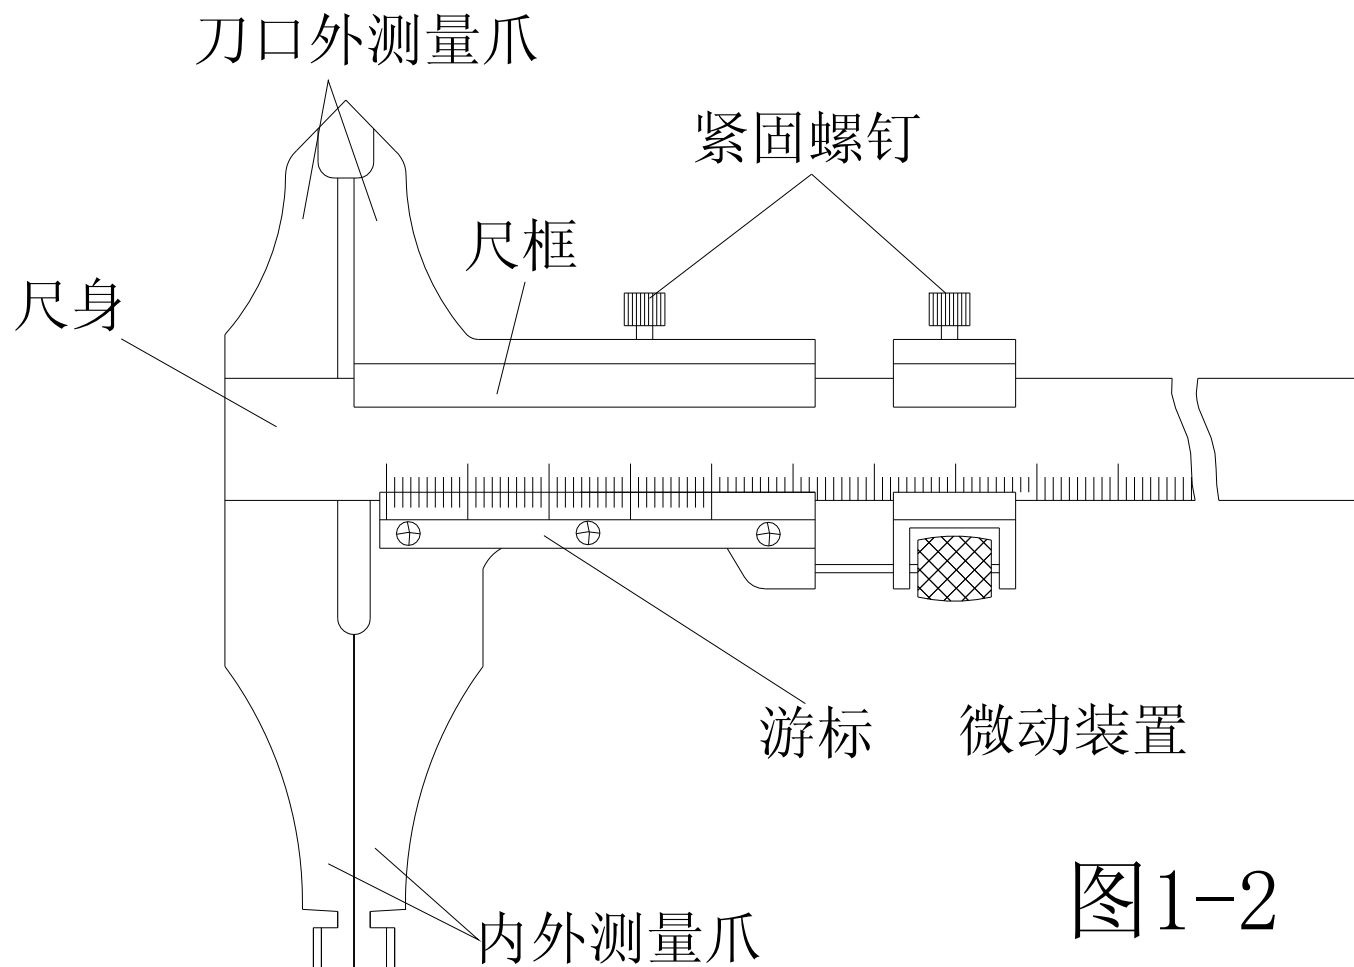

图1-2
(2) 双面卡尺的上量爪为刀口形外量爪，下量爪为内外量爪，可测内外尺寸（图1-2）。